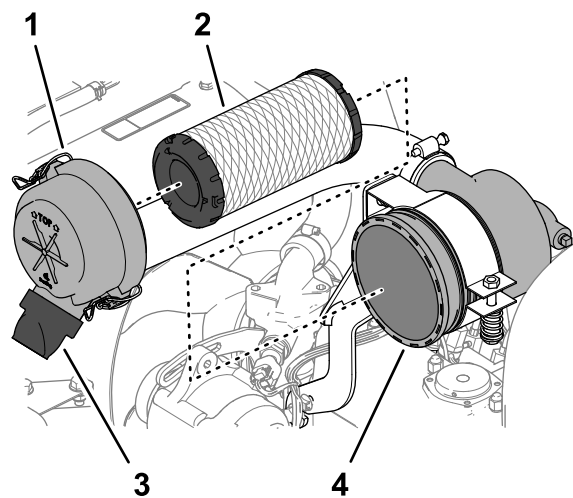

Figure 70
- Desserrez les fixations qui maintiennent le couvercle sur le boîtier du filtre à air (Figure 70).
- Retirez l'élément filtrant (Figure 70).
- Déposez la valve de sortie en caoutchouc (Figure 70) de l'orifice d'éjection de saletés du couvercle du filtre à air.